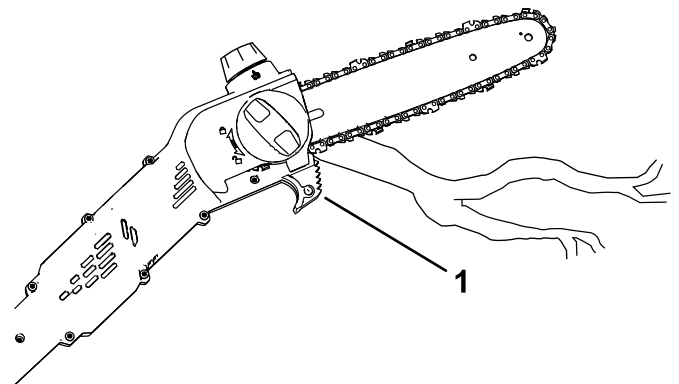

Figura 12
5. Tagliate con il ramo vicino alla parte posteriore della barra di guida, in prossimità della guida di taglio; premete la catena della sega leggermente contro il legno e fate in modo che il peso della sega a palo guidi il taglio (Figura 12).